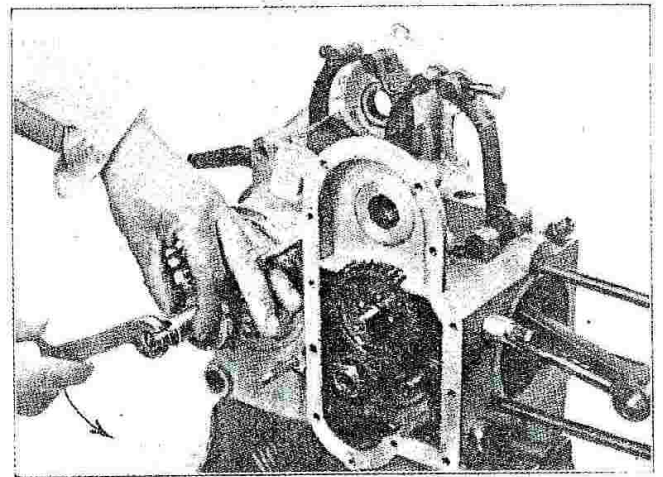

Fig. 42 - Come si leva l'asta interna di comando frizione.
- L'asta di comando interna, svitandola completamente. Acciocchè questa possa ruotare occorre spingere il manicotto filettato contro il manicotto dentato per la messa in moto (vedi fig. 42).